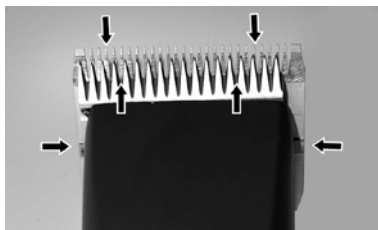

Fig. 22
Para obter bons resultados de tosquia e para aumentar a longevidade da máquina e das cabeças de tosquia, é necessário a aplicação regular de uma fina camada de lubrificante entre a lâmina superior e inferior (Fig. 22).
- ▶ Lubrifique suficientemente (e não em demasia) as lâminas de corte durante a tosquia (pelo menos em intervalos de 15 minutos), para que elas não fiquem secas (Fig. 22).
As lâminas devem ser lubrificadas antes, durante e depois de cada utilização. Quando as lâminas deixam tiras ou estão a funcionar com velocidade reduzida, isto é um sinal de que necessitam de ser lubrificadas. Coloque algumas gotas de lubrificante adiante e lateralmente às lâminas (ver setas na Fig. 22). Limpe o lubrificante em excesso com um pano suave e seco. Os sprays de lubrificação não contêm óleo suficiente para uma boa lubrificação, mas servem como forma de arrefecimento das lâminas. Na eventualidade de lâminas danificadas, substitua-as de imediato para evitar o risco de lesões.